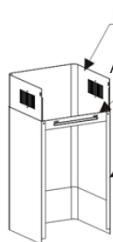

Abb. 11
— Befestigen Sie die Flachlasche am Einlass des Innenkamins (Abb. 11).
- Befestigen Sie die Flachlasche auf der Rückseite des Innenkamins (Abb. 11).